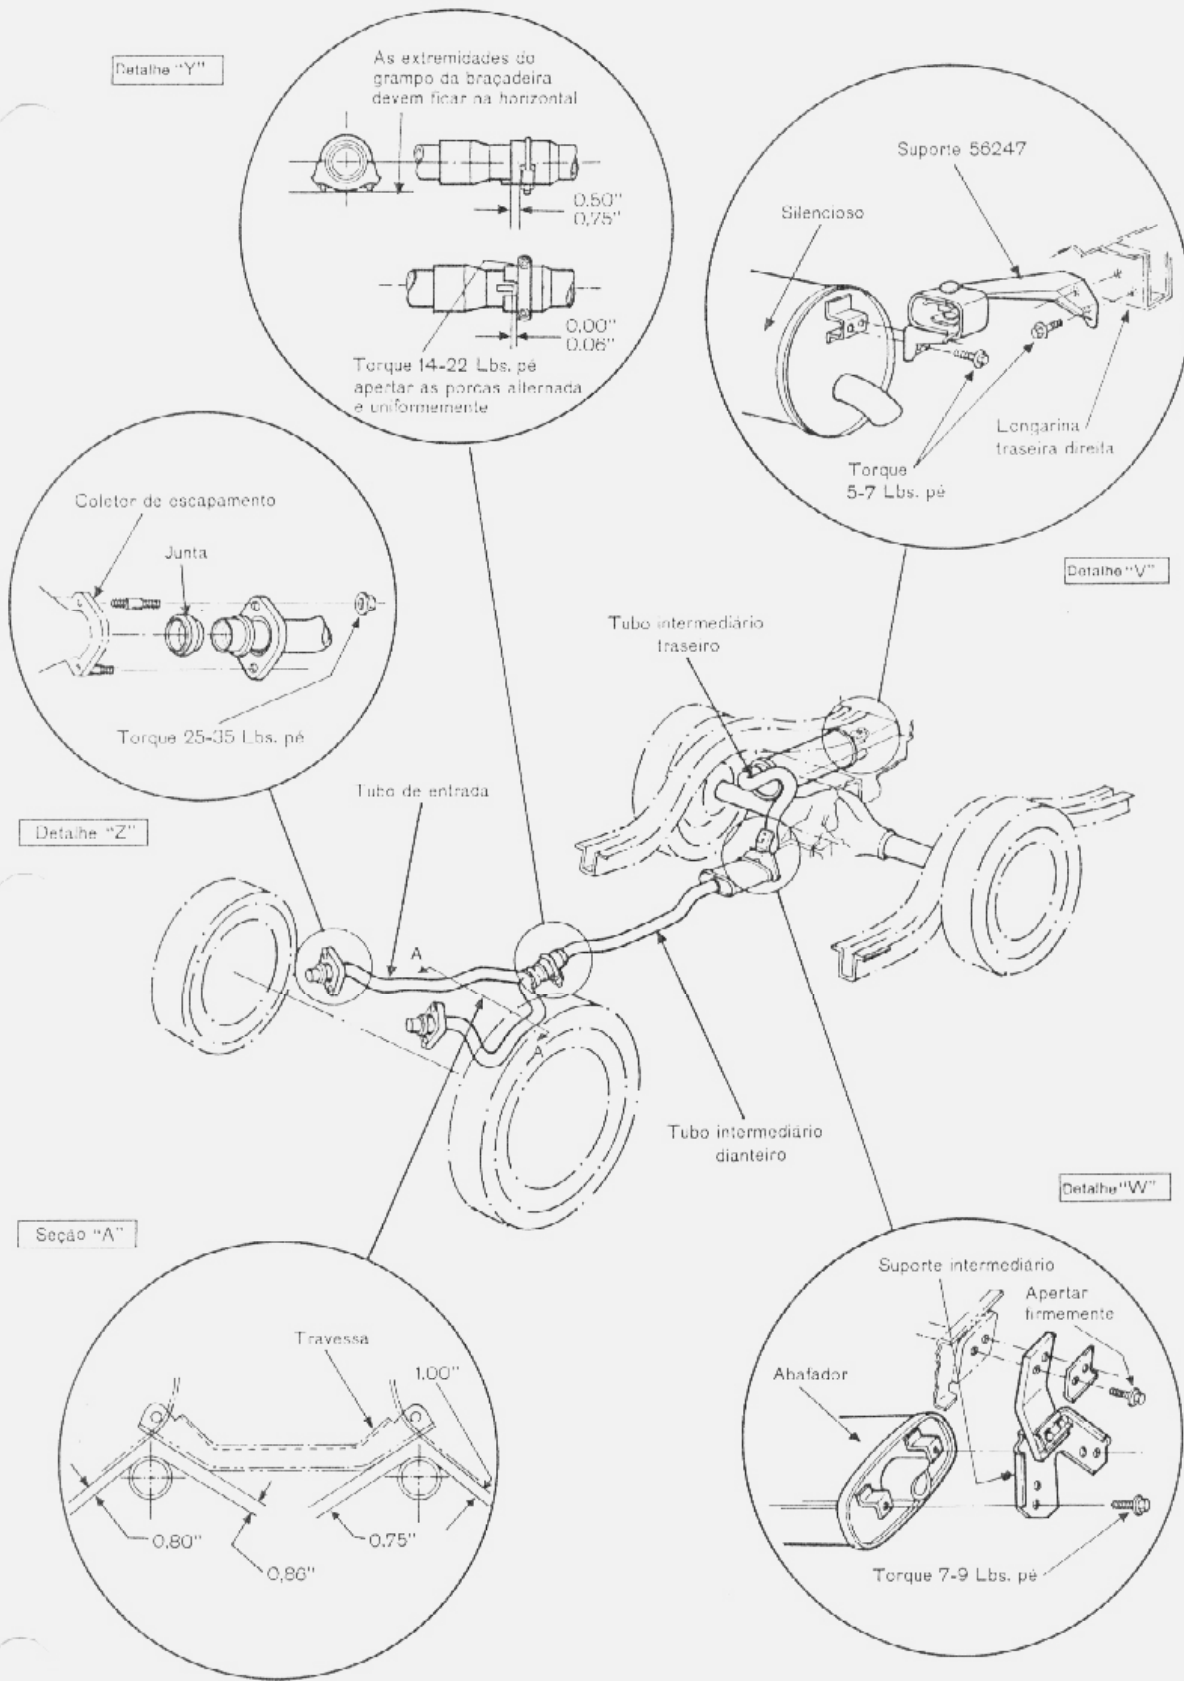

fig. 2 - sistema de escapamento - motor 8 cilindros
Os veículos com motor de oito cilindros possuem dois coletores, uma tubulação de entrada em Y, tubulação intermediária dianteira, abafador, tubulação intermediária traseira e silencioso (fig. 2).
7. Unir os dois pontos por uma linha. Riscar uma perpendicular a essa linha, situada à distância média da distância entre as linhas A e C. A linha assim determinada, corresponde a linha central do painel (fig. 2).
8. Medir a altura do solo ao centro dos faróis e subtrair 50,8 cm. da altura real. Marcar essa diferença acima da linha horizontal de referência. Traçar uma linha horizontal paralela a linha de referência. Essa linha é a de centro dos faróis (Linha H da fig. 2).
9. Marcar as demais linhas que aparecem na fig. 2.